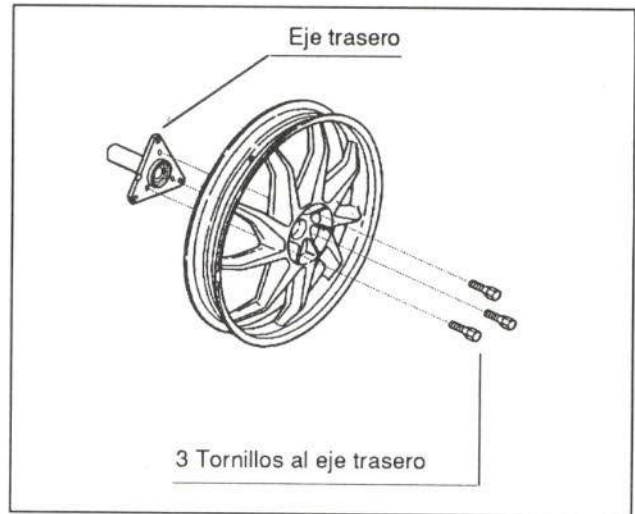

Figura 30.- Fijación de la rueda trasera
Va fijada mediante tres tornillos a su eje (figura 30).
- Portamatrícula (figura 30)
- Rueda trasera (figura 30)